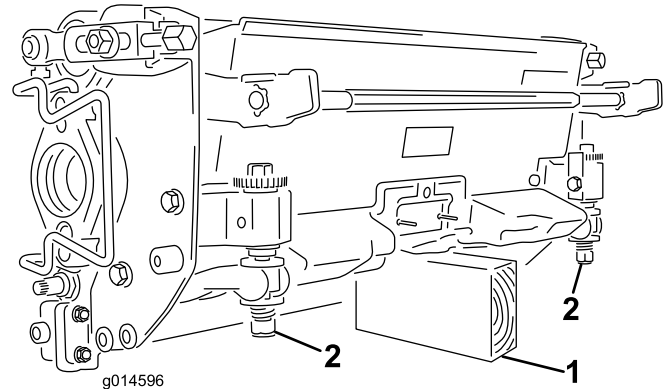

Figura 9
**Importante:** Quando occorre inclinare l'elemento di taglio per accedere alla controlama o al cilindro, sostenete la parte posteriore dell'elemento in modo tale che i dadi sul retro delle viti di regolazione della barra di appoggio non poggino sul piano di lavoro (Figura 9).